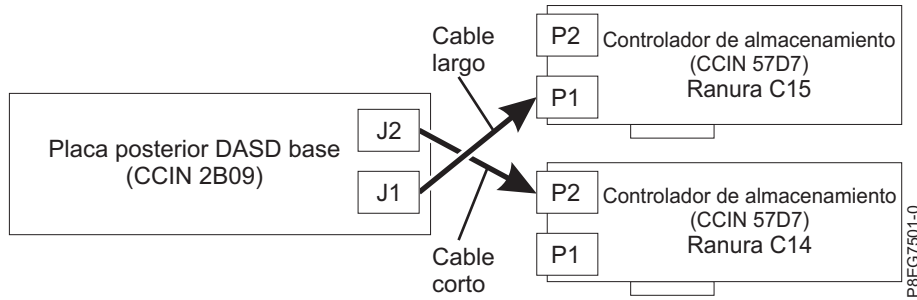

Figura 10. Reconexión del cable SAS en la configuración de discos divididos
- Si tiene dos adaptadores internos PCIe3 x8 SAS RAID (CCIN 57D7) (característica de discos divididos), el cable SAS corto conecta el conector de la placa posterior de la unidad de disco superior (J2) con el conector P2 del adaptador en la ranura P1-C14. El cable SAS largo conecta el conector de la placa posterior de la unidad de disco inferior (J1) al conector P1 del adaptador en la ranura P1-C15. Consulte Figura 10 en la página 10.